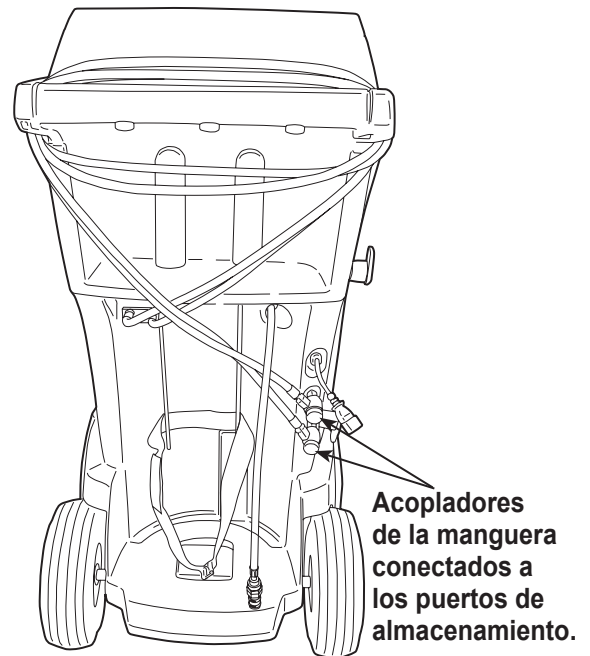

Figura 32
2. Arrolle las mangueras de servicio alrededor de la manija dos veces y conéctelas a los puertos de almacenamiento. Consulte la Figura 32.